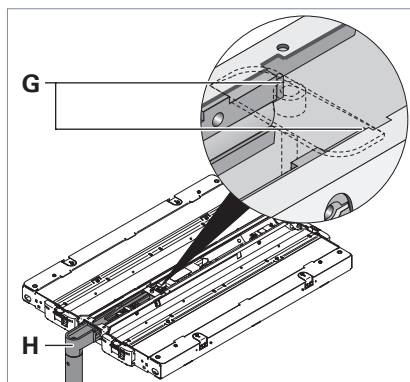

Fig. 20: Démontez le châssis du luminaire à raccordement latéral.
- Comprimez les deux extrémités **G** du bras de support **H** à l'aide d'une pince et enlevez le châssis du luminaire du bras de support, voir Fig. 20.